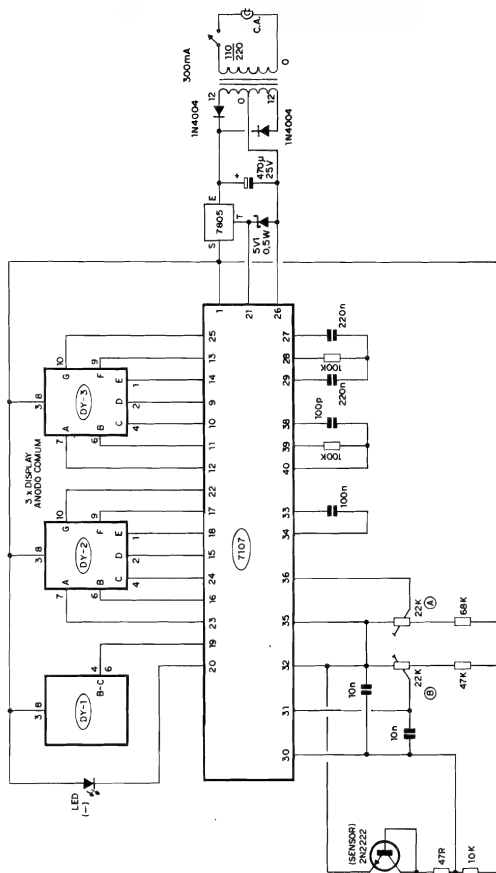

Fig.1
- **FIG. 1 - DIAGRAMA ESQUEMÁTICO DO CIRCUITO** - Conforme foi dito, é intensa a simplificação obtida graças à utilização no "centro" do circuito do Integrado 7107, um versátil conversor analógico/digital (basi-